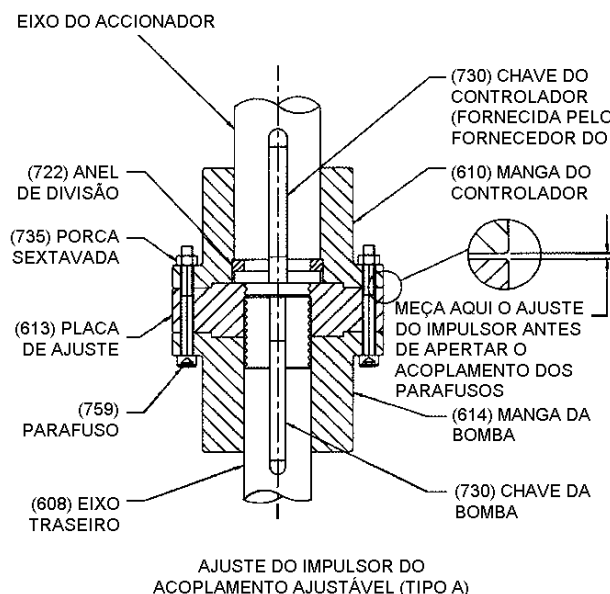

Figura 14
O ajuste do impulsor é idêntico para todos os motores e transmissões de engrenagem em ângulo recto. O ajuste é efectuado através da rotação da placa de ajuste (613). (Consulte a figura 14 ou 15). O ajuste correcto está listado no Diagrama da Estrutura para a unidade específica. Se a bomba tiver uma cuba de impulso, não ajuste a posição do impulsor até que o impulso tenha sido instalado e ajuste a posição do impulsor usando a porca de ajuste na cuba de impulso.
Para impulsores fechados, obtenha a folga entre a placa de ajuste e o núcleo do controlador ou espaçador, conforme especificado no diagrama de estrutura de tópicos. Consulte a Figura 14 ou 15.